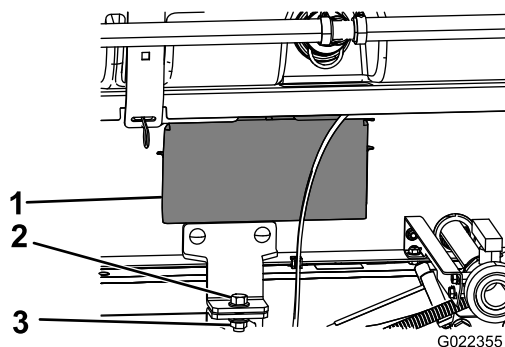

図 13
12. タンク台の左右についているアクセスパネルからのぞき込んで、ホースやラインが台の下でつぶされていないことを確認する(図 13)。